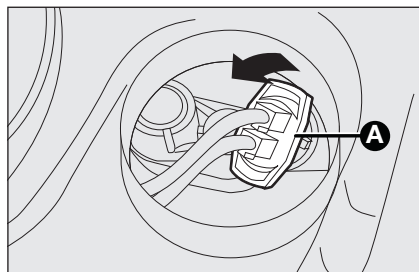

fig. 18
- ☐ Drej fatningen **A-fig. 18** mod uret, og tag den ud.